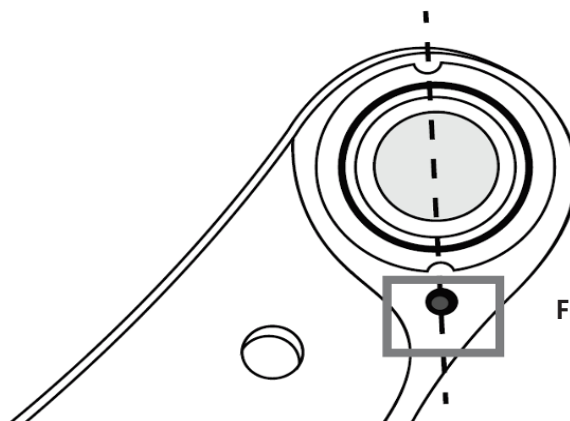

Figure 3.
- Trouver le repère du bras de suspension. Il peut s'agir d'un trou, d'un cran, d'un taquet, d'une encoche ou d'une flèche. **Voir la Figure 3.**